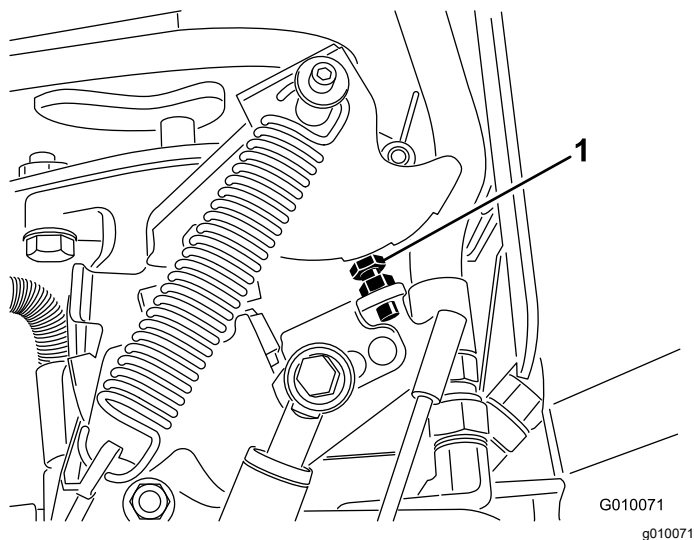

Figure 71
6. Si un réglage est nécessaire, vissez le boulon de butée de la pompe (Figure 71) pour le rapprocher de la plaque de butée et réduire l'espacement des trous ou dévissez-le pour l'éloigner de la plaque de butée et augmenter l'espacement des trous.